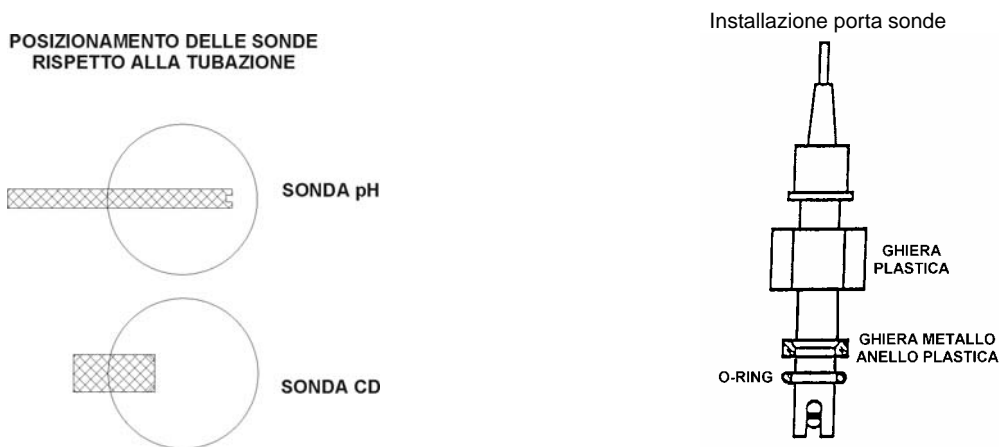

Fig.2
- ⇒ sonda di Ph e sonda di conducibilità (vedi Fig.2)
Installazione sonda pHmetro (vedi fig.2)